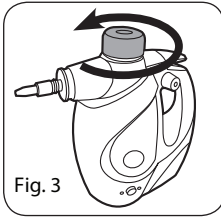

Fig. 3
1. Coloque el limpiador en una superficie plana. Si tiene que llenar el tanque durante o luego del uso, lea las instrucciones "Llenar el tanque de agua durante el uso". Luego de que el limpiador se haya enfriado y la presión interna haya bajado, el orificio de llenado se puede desenroscar con facilidad. Desenrosque la tapa hacia la izquierda (Fig. 3).